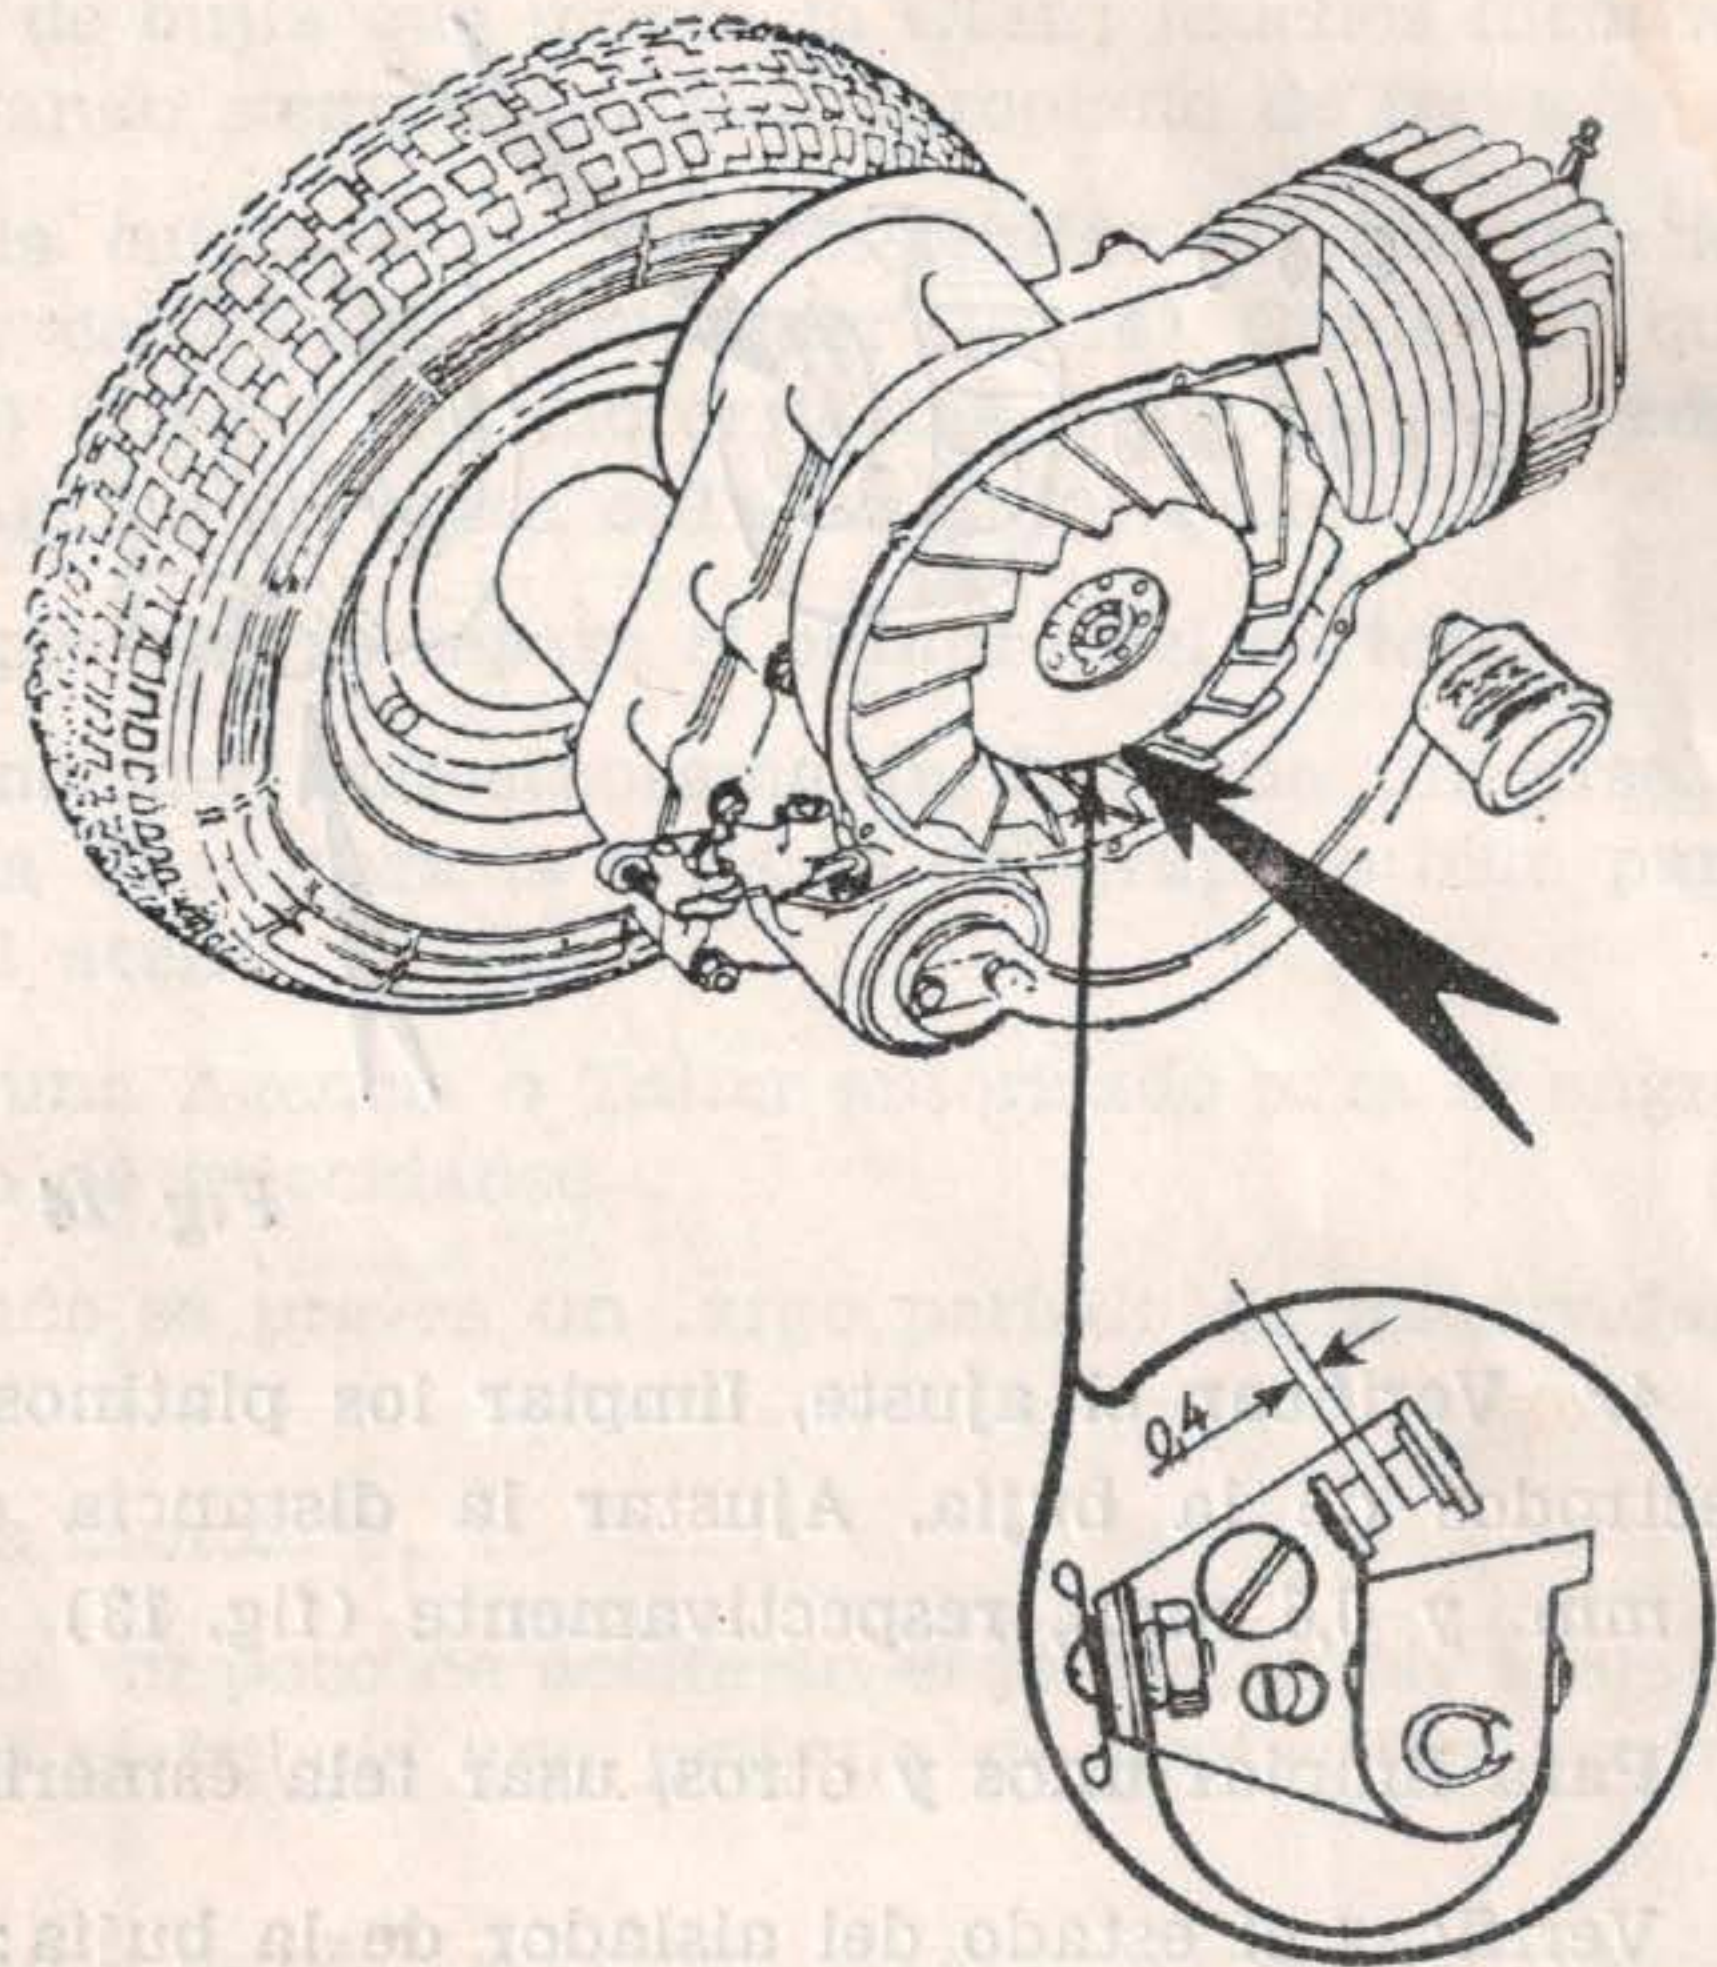

Fig. 13
4.º Verificar el ajuste, limpiar los platinos del ruptor del volante magnético y los electrodos de la bujía. Ajustar la distancia entre los platinos y los electrodos a 0,4 mm. y 0,6 mm., respectivamente (fig. 13).